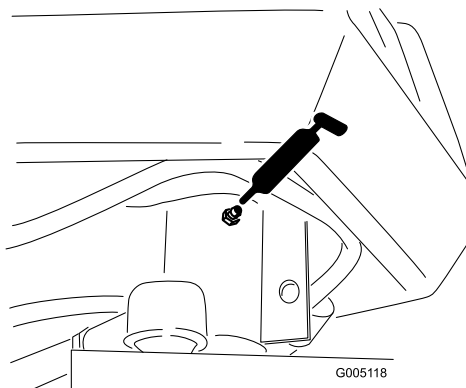

Figura 25
- Eixo da forquilha de direcção (1) (Figura 25)